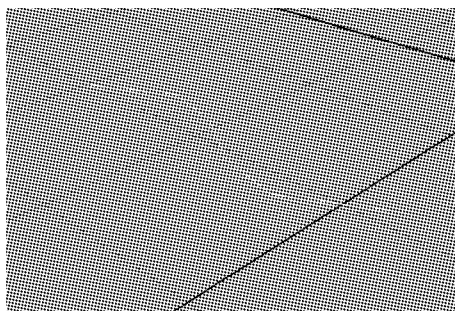

图 3-5 完成曲线创建
(5) 单击创建第 4 个可控点并按 Enter 键,创建一条连接第 1 个可控点与最后一个可控点的曲线,如图 3-5 所示。